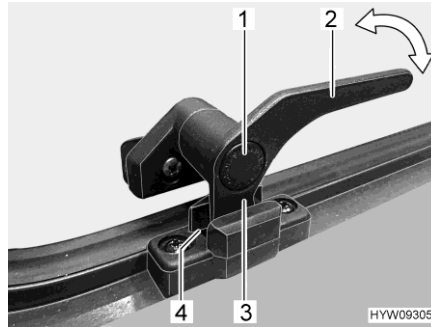

Bild 65 Låsarm (läget "kontinuerlig vädring")
- I läget "kontinuerlig vädring" (Bild 65)
- Tryck på låsknappen (Bild 65,1) och håll den nedtryckt.
- Sväng låsarmen (Bild 65,2) ett kvarts varv mot fönstrets mitt.
- Vrid tillbaka låsarmen. Därvid måste låsarmens låsspak (Bild 65,3) föras in i spåret på fönsterlåsen (Bild 65,4).
- Släpp låsknappen (Bild 65,1).